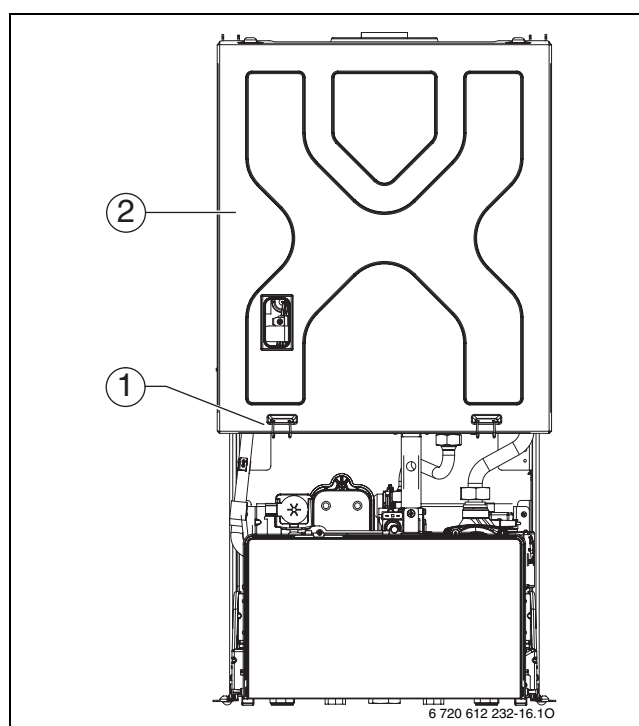

Bild 82 Luftkasten öffnen
- Die zwei Klammern (1) entfernen und Luftkastendeckel (2) nach oben abnehmen (→ Abb. 82).